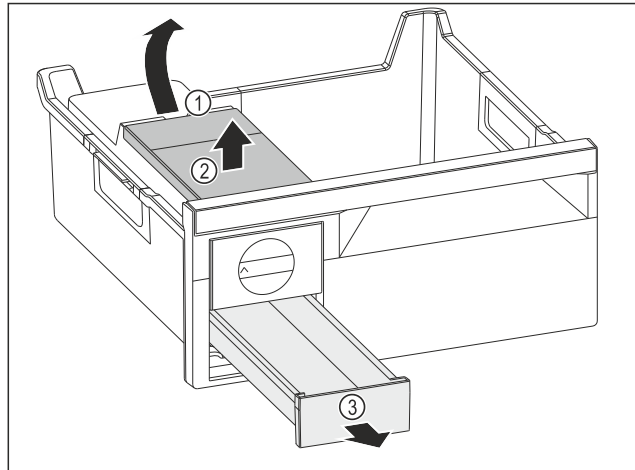

Fig. 116
- ▶ Watertank wegnemen: Watertank bij de uitsparing Fig. 116 (1) optillen.
- ▶ Watertank Fig. 116 (2) naar boven toe wegnemen.
- ▶ Ijsblokjesvak Fig. 116 (3) naar voren toe wegnemen.